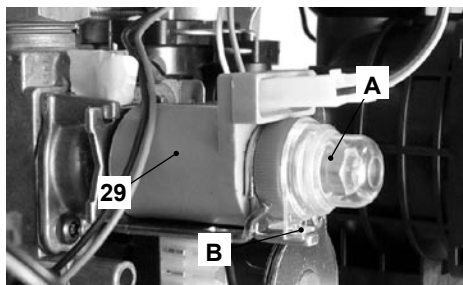

Figura 7.2
- Rimuovere il tappino di protezione "A" dell'operatore modulante 29 in Figura 7.2 ruotandolo in senso orario per liberarlo dal fermo "B" e facendo leva con un cacciavite piatto nella scanalatura.
- Rimontare il tappino di protezione "A" Figura 7.2